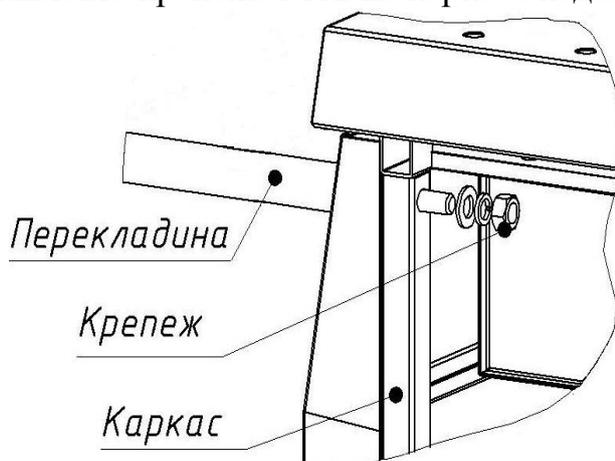

Рис.4 – Установка перекладины
- установите перекладины резьбовыми осями в отверстия на фронтальной стороне изделия так, чтобы монтажные отверстия поперечин «смотрели» вверх, и закрепите их с помощью комплекта крепежа М12 на каркасе изделия (рис.4);
– вставьте снизу винты М6х45 в отверстия поперечин и вверните их в резьбовые отверстия соединительных элементов (рис. 4б и 4в). (Соединительные элементы нужно предварительно вставить в трубы резьбовыми отверстиями вниз (расположение соединителей внутри труб зависит от наличия/отсутствия смежного изделия из ЛР) после извлечения торцевых заглушек.);